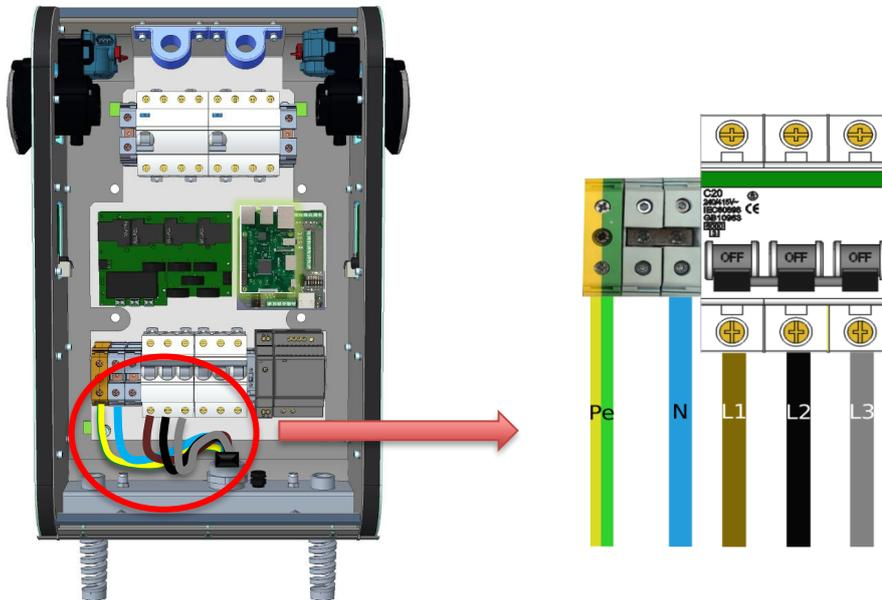

Fig. 10: Zapojení přívodních vodiče v síti TN-S
- Connect the lead-in wires in the TN-S network, as shown below in Fig. 10